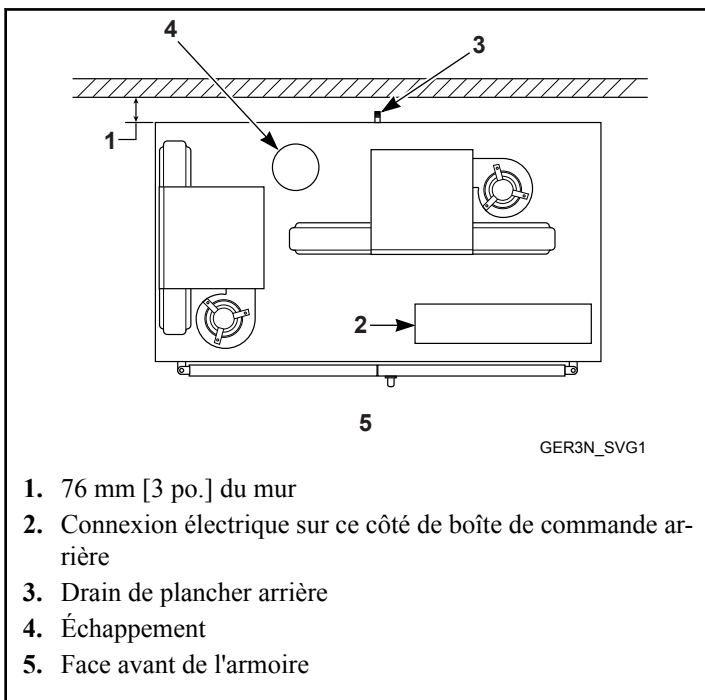

Figure 3
6. Le panneau arrière de la machine doit être à au moins 76 mm [3 po.] du mur. Se reporter à *Figure 3* .